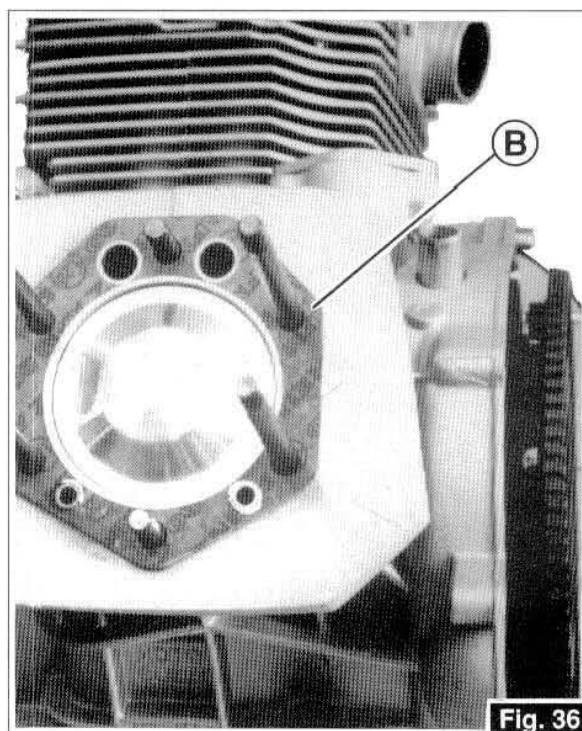

Fig. 36
- Retirez le joint «B» entre la culasse et le cylindre, et ôtez le cylindre (Fig. 36, 37 et 38).
- Die Dichtung «B» zwischen Kopf und Zylinder abnehmen, dann den Zylinder (Abb. 36, 37 und 38) abnehmen.